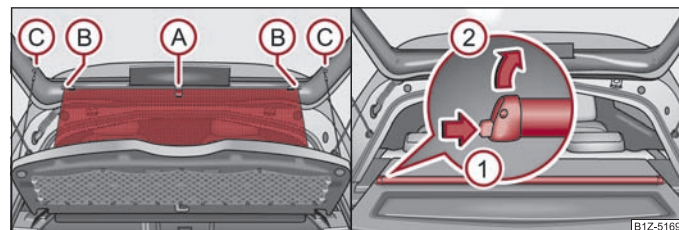

Abb. 49 Ausrollen / Sonnenschutzrollo ausbauen
- Ziehen Sie das Sonnenschutzrollo an der Schlaufe ① heraus und hängen Sie es in die Halter ② ⇒ Abb. 49.